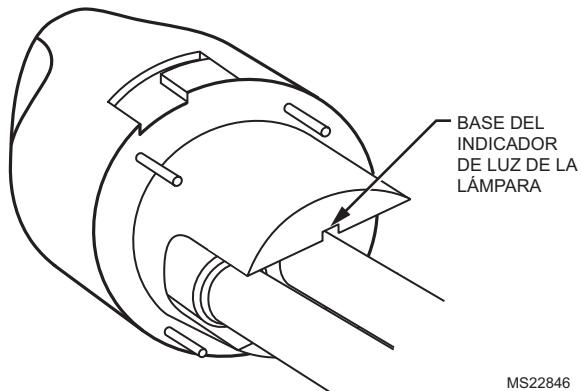

Fig. 15. Limpie la base del indicador de luz de la lámpara.
5. Además, quite el polvo que se haya acumulado entre el indicador de luz de la lámpara de la base y la base de la bombilla negra. Vea la Fig. 15.